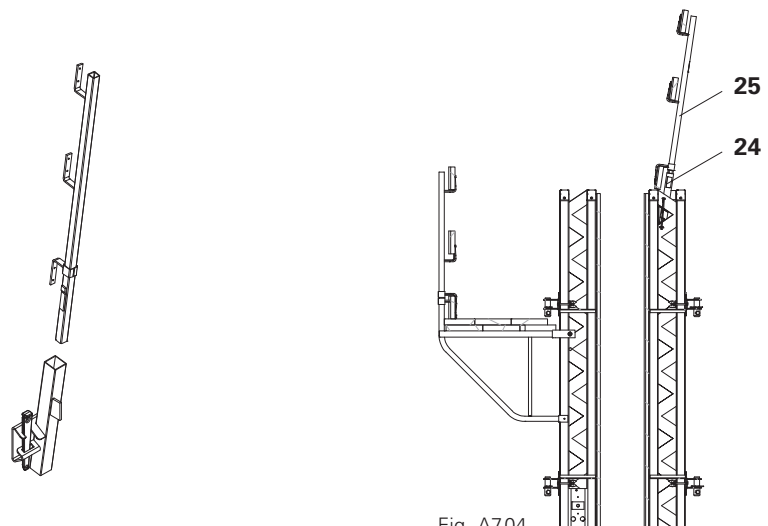

Fig. A7.04
1. Pasar el soporte de barandilla VARIO (24) por la celosía de la viga y asegurar con cuña.
2. Insertar poste de barandilla HSGP. (Fig. A7.04)